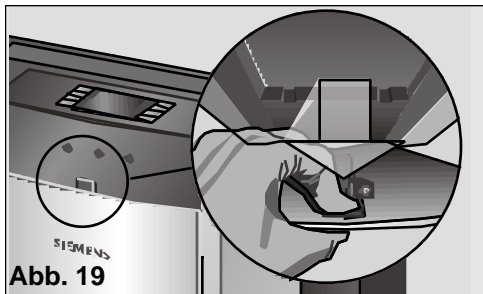

Abb. 19
- ❑ Zum Wechseln des Zusatzfilters öffnen Sie die Tür auf der Vorderseite des Geräts (sie muss nicht ausgebaut werden). Dazu den oberen inneren Clip der Tür nach innen drücken und nach vorne ziehen. Siehe **Abb. 19**. Ein Abnehmen ist nicht nötig, denn die Front verfügt über einen Anschlag der verhindert, dass sie ganz herunterklappt.